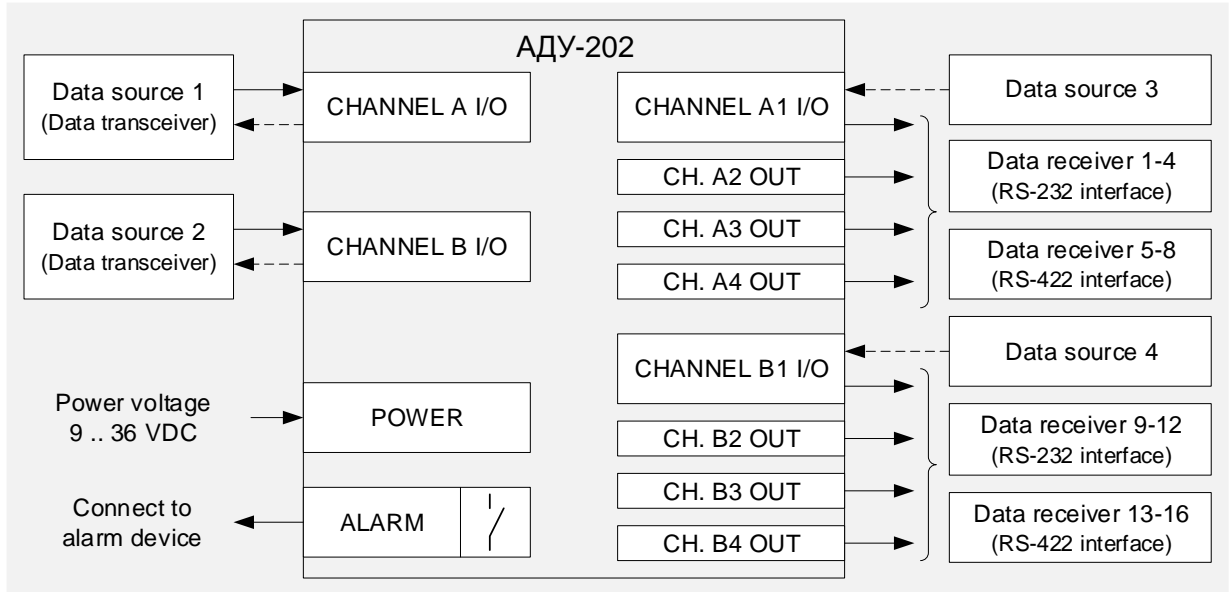
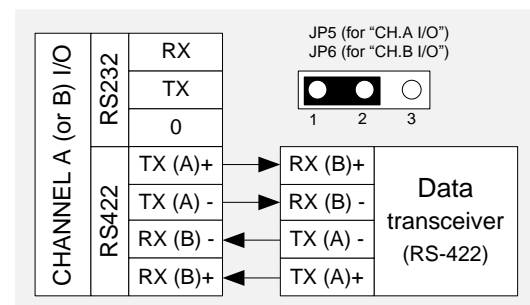
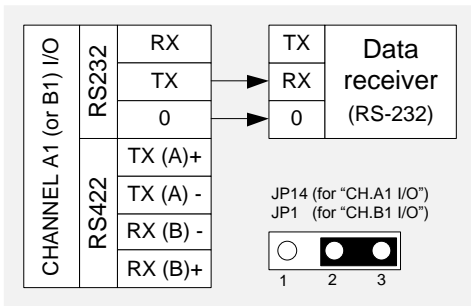
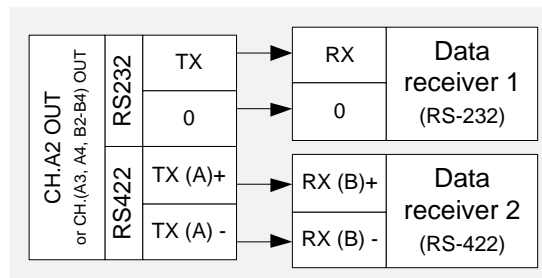

Рисунок 2 Схема подключения общая
Рисунок 6 Схема подключения приём-передатчика данных по интерфейсу RS-422
Рисунок 7 Схема подключения приёмника данных по интерфейсу RS-232
Рисунок 13 Схема подключения приёмника данных по интерфейсам RS-232 и RS-422.
- провода от источников данных NMEA 0183 подключаются к клеммам группы CHANNEL A I/O (основной источник данных) и CHANNEL B I/O (вспомогательный источник данных), смотрите Рисунок 2 - Рисунок 6.
- провода от приемников данных NMEA 0183 подключаются к клеммам групп CHANNEL.A1 I/O, CH.A2, CH.A3, CH.A4 и CHANNEL.B1 I/O, CH.B2, CH.B3, CH.B4 (смотрите Рисунок 2, Рисунок 7 - Рисунок 13).